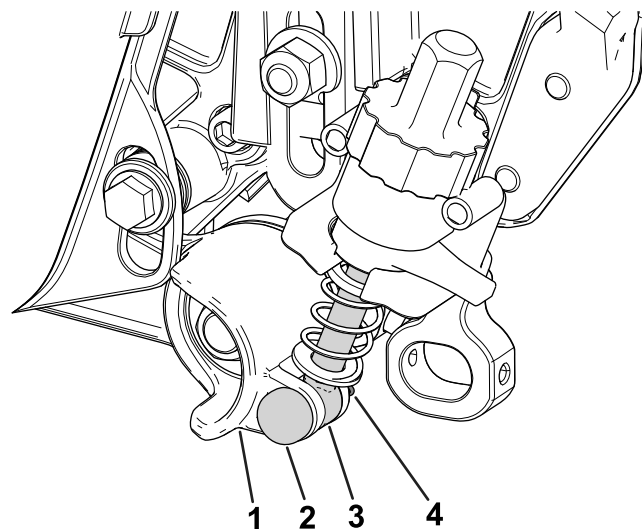

Figura 13
- Allineate l'asta del gruppo braccio regolatore accanto al collare di regolazione sul gruppo tendicinghia e fissatela al collare con un perno regolatore e una coppiglia (Figura 13).